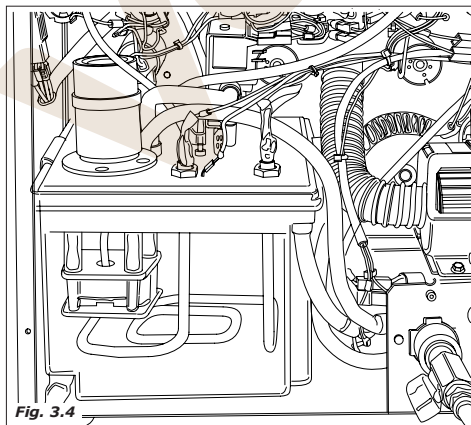

Fig. 3.4
- Se activa la electroválvula fijada sobre la caldera de soluble (Fig.3.4) para introducir la cantidad de agua programada en la batidora.